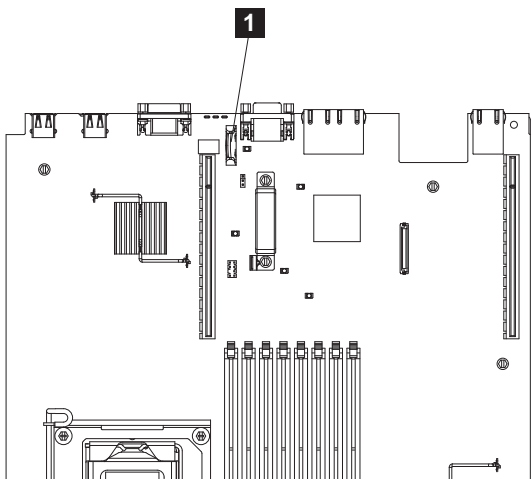

図 139. SAN ボリューム・コントローラー 2145-CG8 または 2145-CF8 CMOS バッテリー・ホルダーの位置
2. システム・ボード上のバッテリーを見つけます。図 139 は、システム・ボード上のバッテリーの位置を (1) 示しています。